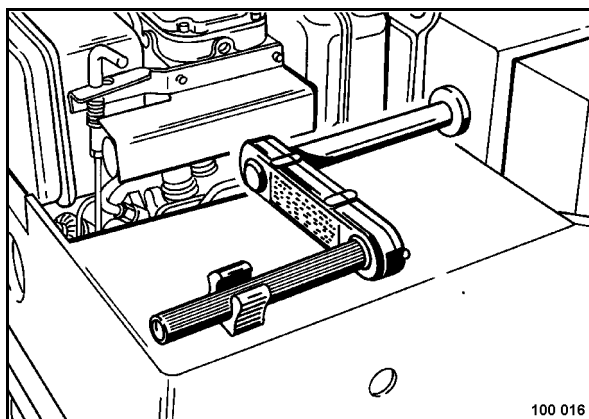

Рис. 35
- Вставить пусковую рукоятку (Рис. 35).